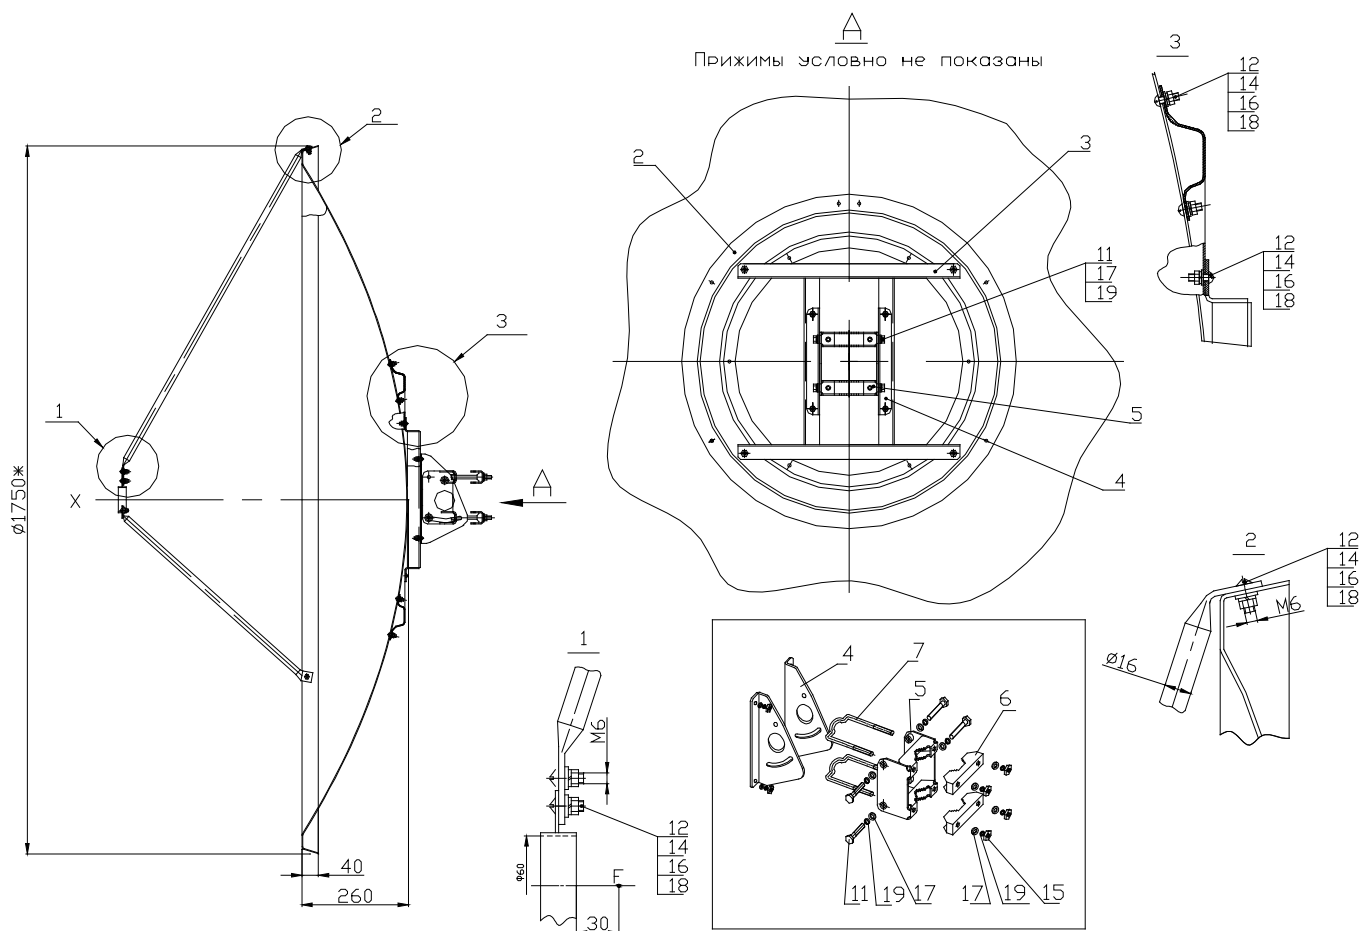

Рис.2
Сборка антенны производится в соответствии с рис. 2.
- совместить отверстия в подзеркальнике с отверстиями в рефлекторе и закрепить винтами М6 х 16 (см. Рис.2, узел.3).
5. Установку рефлектора на ОПУ необходимо производить втроем. Сначала вставить хомуты (поз.7) согласно Рис.2. Затем двое держат рефлектор в сборе с ОПУ, а второй крепит его к трубе стойки 2 прижимами (поз.6) гайками М8 (поз.15). (Можно сначала надеть прижимы на хомуты и закрепить гайками, а затем все вместе надеть на стойку). Развернуть отражатель в направлении спутника. Закрепить.
7. Установить растяжки, для чего: закрепить один конец растяжки на рефлекторе винтом М6 х 16, а второй конец на держателе облучателя винтом М6 х 16 (см. Рис.2, узел 1 и узел 2).